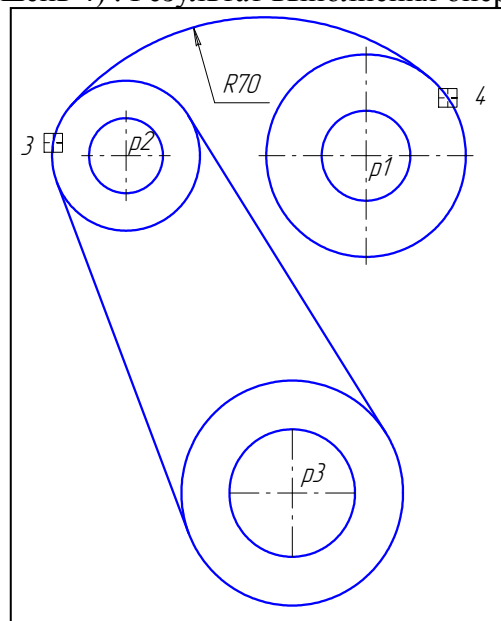

Рис.70
17. Включите кнопку **Скругление** на странице Геометрия. В поле **Радиус скругления** в Строке параметров введите значение 70 мм. После этого укажите мишенью на окружность o4 (мишень 3) и o1 (мишень 4). Результат выполнения операции показан на рис. 70.